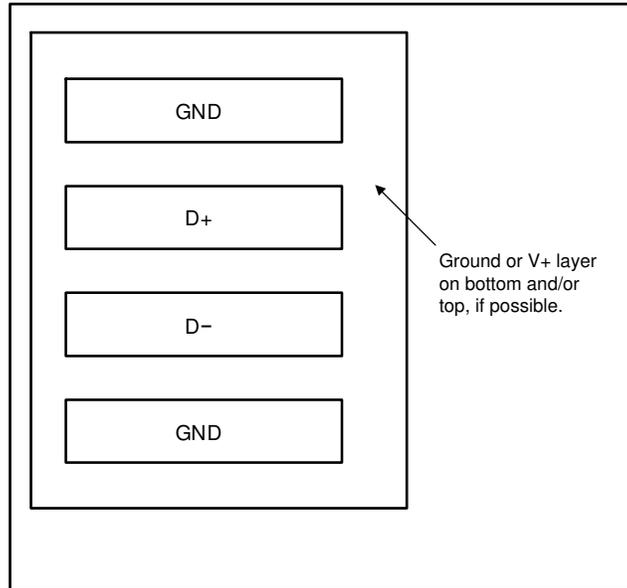

图 9-10. 示例信号布线
- 将 D+ 和 D- 布线紧密相邻，并使用接地防护布线屏蔽相邻信号的布线，如 图 9-10 所示。如果使用多层 PCB，请将这些布线埋在大 地平面或 VDD 平面之间，从而屏蔽平面，以免受到外部噪声源的影响。TI 建议使用 5mm (0.127mm) PCB 布线。